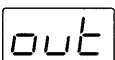

Fig.7
- ・ Press the DECAY 【▶】 key to begin the Output test. A display as shown in Fig.7 will appear briefly.
- ・ DECAY 【▶】 キーを押すとディスプレイには図7のように表示され、アウトプットテストを開始します。